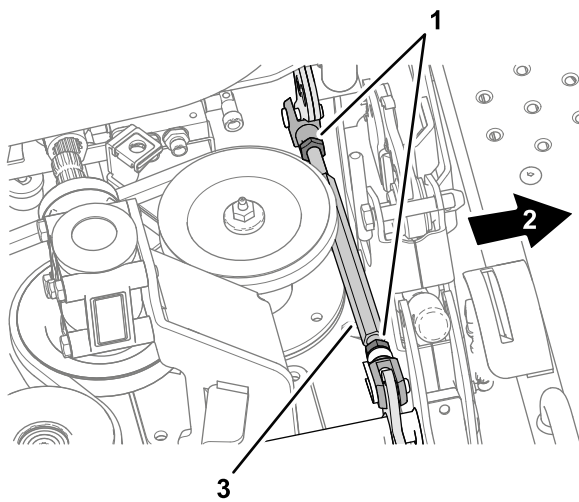
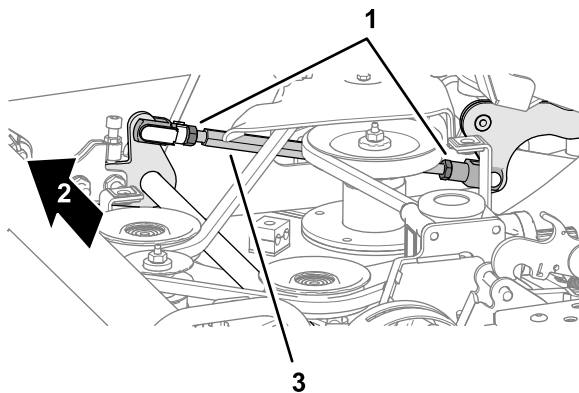

Figura 128
Figura 129
- B. Allentate i controdadi dei regolatori dell'inclinazione del piatto (Figura 128 e Figura 129) su ciascun lato del piatto.